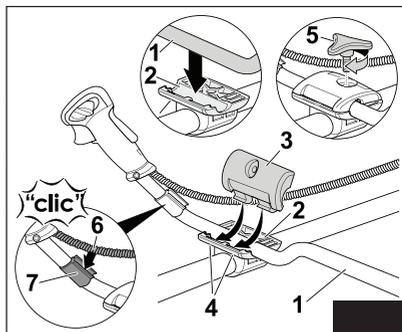

Fig. 01
- Insira o guidão (1) no suporte inferior (2), (Fig. 01).
- Prenda o suporte superior (3) nas aberturas (4) do suporte inferior (2) e fixe-o com o manípulo (5).
- Aperte bem o manípulo (5), até o guidão (1) ficar fixo e não mover-se.
- Introduza o chicote de cabos (6) dentro do suporte (7), exercendo pressão.